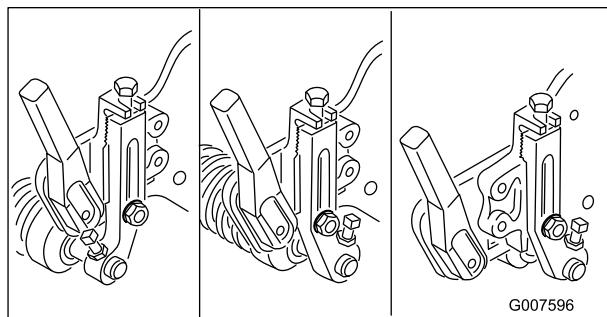

Figura 44
**Nota:** El rodillo delantero puede colocarse en una de tres posiciones diferentes (Figura 44), dependiendo de la aplicación y de las necesidades del usuario.